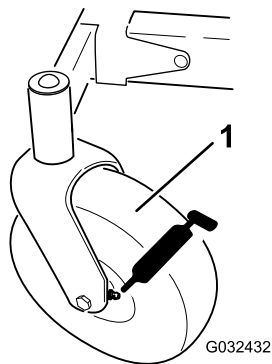
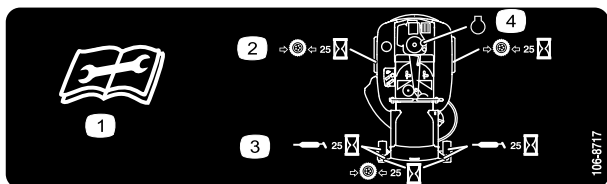

Bild 39
Bild 40
3. Reinigen Sie die Schmiernippel (Bild 39 und Bild 40) mit einem Lappen.
4. Setzen Sie die Fettpresse nacheinander an allen Nippeln an (Bild 39 und Bild 40).